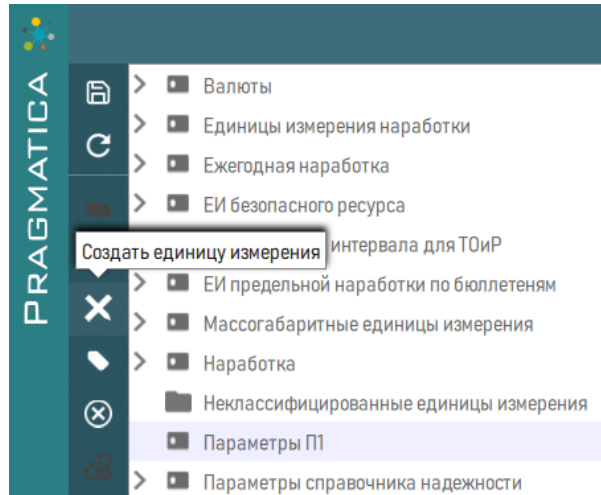

Рисунок 41 – Добавление единицы измерения в справочник
2) Выделить раздел справочника типа «Уровень классификации», в который нужно добавить единицу измерения, и нажать кнопку  «Создать единицу измерения» для создания нужной единицы измерения (рисунок 41).